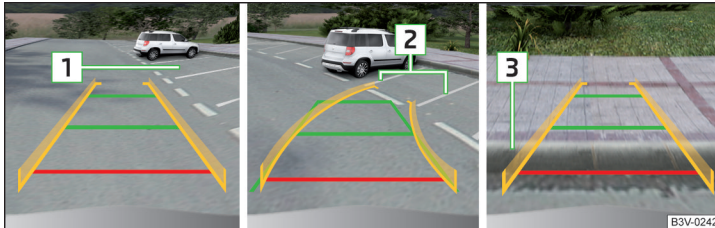

Abb. 188 Displayanzeige
- An der ausgewählten Parklücke **1** » Abb. 188 langsam vorbeifahren und das Fahrzeug anhalten.